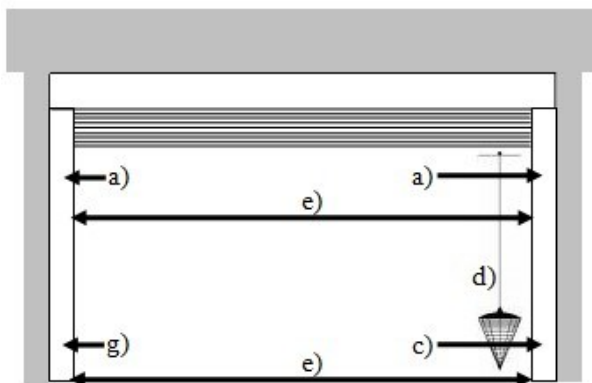

Figure 1
- d) Vérifier l'aplomb latéral de la coulisse de droite (figure 1) et la caler si besoin
- e) Vérifier le parallélisme des coulisses (figure 1)